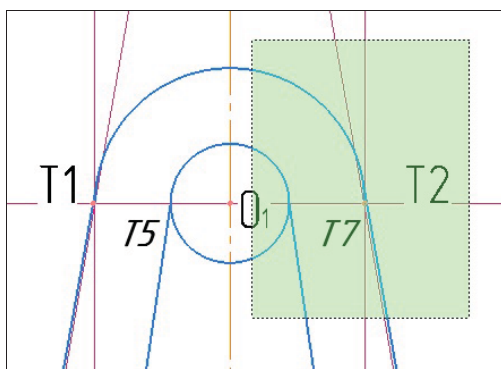

Рис. 10.5. Увеличение масштаба с помощью рамки
- ◆ мысленно заключите участок, который нужно увеличить, в прямоугольную рамку (рис. 10.5). На рисунке она выделена заливкой. На панели **Параметры** в **Строке сообщений** появится запрос: "Укажите начальную точку рамки";